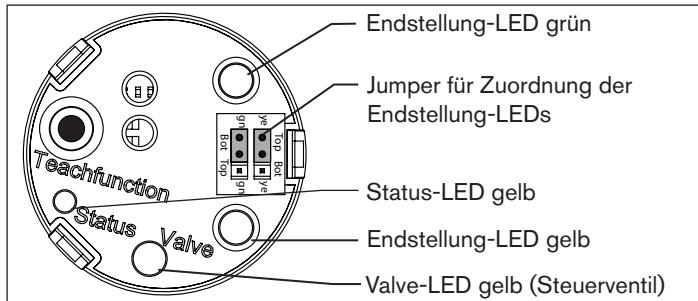

Bild 13: Anzeigeelemente 24 V DC
3) Farbeinstellung ab Werk. Kann über Jumper eingestellt werden (siehe „Bild 13“).